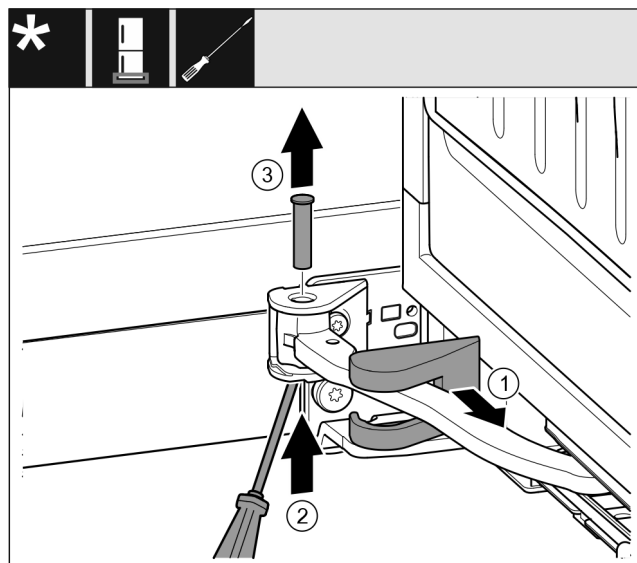

Fig. 15
- Skinite pokrov podloška ležaja Fig. 15 (1) i pomaknite ga uzduž zgloba.
- Odvijačem podignite svornjak Fig. 15 (2) odozgo.
- Izvucite svornjak Fig. 15 (3) odozgo.